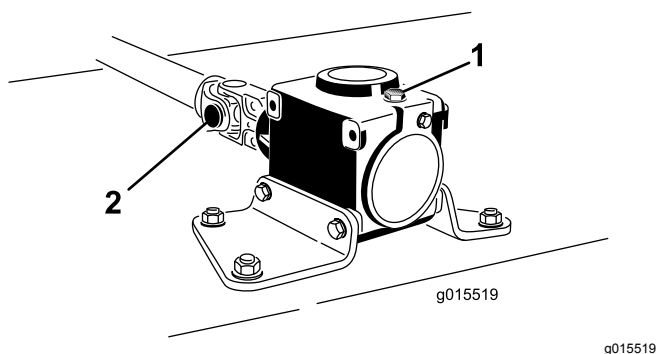

Figura 3
- Retire o pino de segurança da culatra da extremidade e veio da caixa de velocidades (Figura 3). Guarde o pino de segurança para futura utilização.
- Desaperte os dois parafusos e porcas de bloqueio (Figura 3).